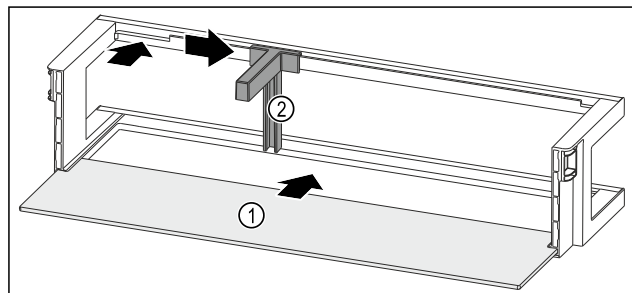

Fig. 163 Дверная полка со съёмной полкой
- ▶ Вдвиньте съёмную полку Fig. 163 (1) в боковые пазы.
- ▶ Установите держатель для бутылок Fig. 163 (2) в выемку.
- ▶ Сместите держатель для бутылок Fig. 163 (2) в нужное положение в сторону.